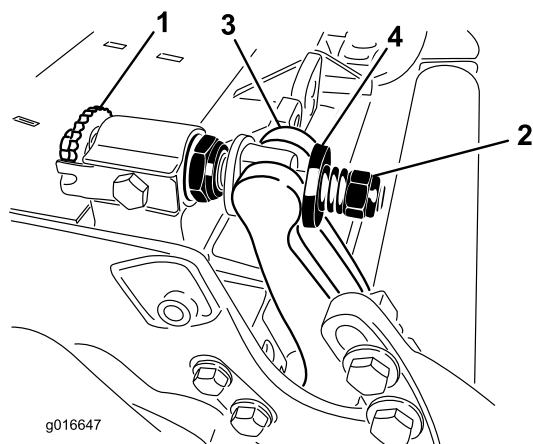

図 28
- ベッドバー調整ネジ(図 28)を左に回してベッドナイフとリールの接触をなくす。
- スプリングテンション・ナットをゆるめて、ワッシャがベッドバーを全く押さないようにする(図 28)。